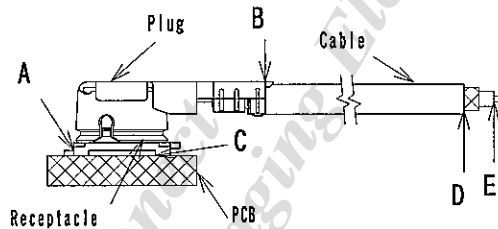

Fig. 1
(1) Contact Resistance / 接触抵抗
A. Testing: Solder the receptacle connector to the test board and mate the plug connector together, then measure the contact resistance as shown in Fig.1 by the four terminal method.
A. 試験法: テスト基板にリセプタクルコネクタを半田付けし、プラグコネクタと嵌合させ、Fig. 1のように4端子法にて下記の条件で測定する。MIL-STD-202 試験法 307 に準拠。